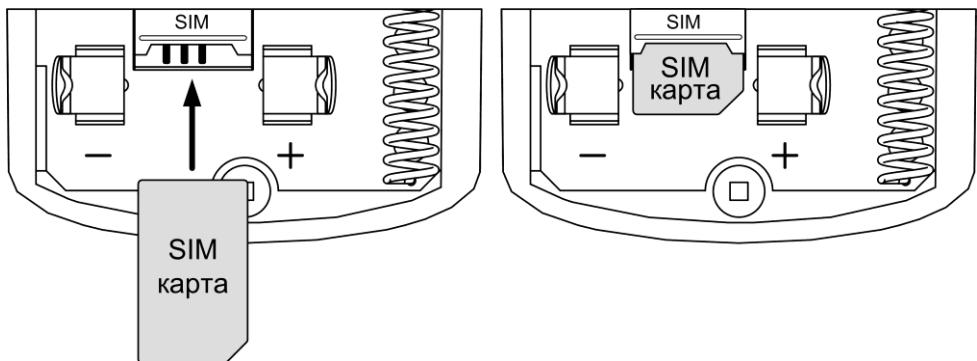

Рис.15 Установка SIM-карты
SIM-карта устанавливается при полностью отключенном питании прибора и извлечённой батареей питания в разъём (слот) SIM, контактами к плате, срезом – как показано на рис.15.
2. Убедитесь, что SIM-карта установлена в соответствии с рис.15, либо установите SIM-карту (если не установлена) – см. рис.15.
3. Подключите батарею питания - извлеките защитную пластины из контакта батареи питания (см. рис.15) или установите батарею питания, соблюдая полярность (если она была извлечена) – прозвучит одиночный звуковой сигнал.